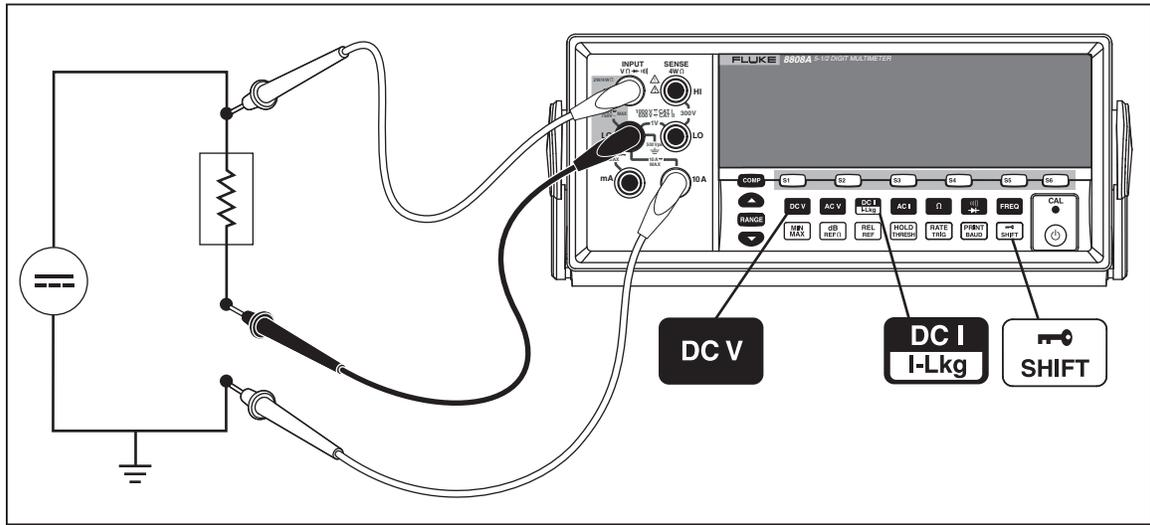

Figura A-2. Misure tensione in c.c. e corrente in c.c. del segnale in ingresso
La maggioranza delle applicazioni del doppio display elencate nella Tabella A-2 possono essere eseguite utilizzando una serie singola di cavetti di prova connessi ai terminali **INPUT VΩ→←⏏⏏⏏⏏ HI** e **LO**. Tuttavia, per misurare la tensione e la corrente di un segnale in ingresso sono necessari tre cavetti. Assicurarsi che le misure di tensione e di corrente condividano lo stesso cavetto comune, come indicato nella Figura A-2. Quindi, seguire semplicemente le precauzioni da rispettare quando si eseguono delle normali misurazioni di corrente senza un morsetto di corrente.
4. Collegare i cavetti al circuito di prova come illustrato nella Figura A-2 e leggere le misurazioni sul display. Anche se la corrente verrà visualizzata negativa, in realtà è positiva, se interpretata in base alla convenzione dell'intensità di corrente.